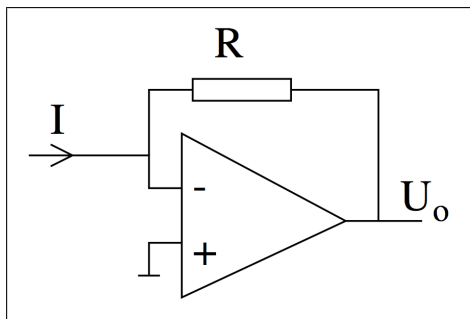

Abbildung 4.27: Transimpedanzverstärker
- Der **Impedanzwandler** ist ein nichtinvertierender Verstärker und dient zur Umwandlung einer hochohmigen Spannungsquelle in eine niederohmige. Der **Transimpedanzverstärker** (Abb. 4.27) wandelt einen Strom in eine Spannung um. Es wird $U_0 = R \cdot I$. Der Eingangswiderstand ist klein. Transimpedanzverstärker kommen insbesondere als Verstärker für Sensoren, die einen Strom liefern, zum Einsatz. **Transadmittanzverstärker** stellen eine spannungsgesteuerte Stromquelle dar: Der Ausgangswiderstand wird $R \cdot A_0$, der Strom $I = U/R$. Transadmittanzverstärker werden besonders z.B. für das Ansteuern von Leuchtdioden zur Signalübertragung benutzt.